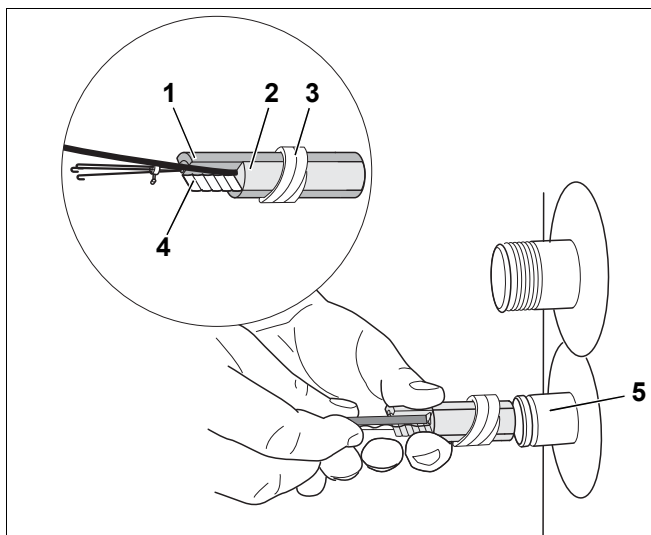

Рис. 9 Монтаж датчика температуры емкостного водонагревателя
- Комплект с датчиком (рис. 9, **поз. 1 – 4**) вставить до упора в приварную гильзу (рис. 9, **поз. 5**). При этом пластмассовая спираль (рис. 9, **поз. 3**), прижимающая датчик, автоматически сдвигается назад.
Компенсационная пружина (рис. 9, **поз. 4**) создает контакт между гильзой и поверхностью датчика, что обеспечивает надежную передачу температуры.